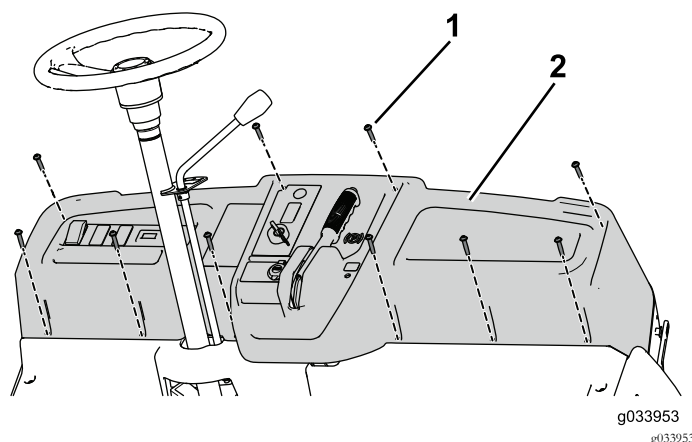

Figura 12
6. Retire y guarde los 10 tornillos (1/4" x 1 1/4") para poder separar parcialmente el salpicadero, y desconecte los cables del freno de estacionamiento, acelerador y cambio de marchas (Figura 12).